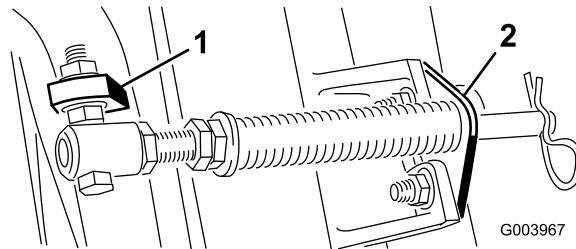

Bild 6
- Montieren Sie die Schraube des Federrohrs an der anderen Lasche am Trägerrahmen und befestigen Sie sie mit der Bundmutter. Der Schraubenkopf zeigt zur Außenseite der Lasche, siehe Bild 6.
- D. Montieren Sie die Stangenhalterung mit den Schlossschrauben und Muttern an den Schneideeinheitnasen (Bild 6).